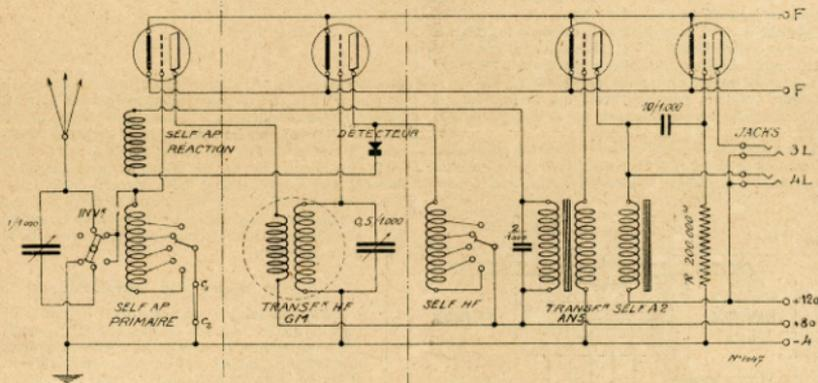
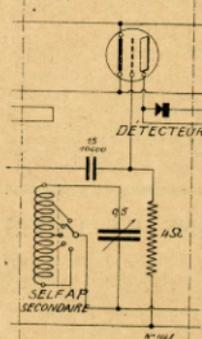
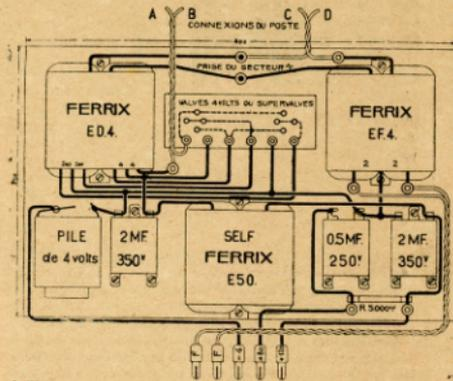

Fig. 1.
Fig. 2.
Fig. 3.
La place avait manqué dans le n° 37 pour y faire paraître ce schéma. La figure 1 le donne tel qu'il correspond exactement au plan de montage (1) (fig. 3 du n° 37). On y voit clairement que le système d'accord de l'antenne se fait de la façon classique : une self à prises (les coupures de bouts morts de la self A. P. n'y sont pas représentés, pour simplifier) accordée par un condensateur variable de 1/1.000, qui peut être branché en parallèle (position du dessin), G. O. ou en série : P. O.
Le montage se fera alors suivant le croquis figure 2 qu'il suffit de coller sur la figure 1 pour obtenir la transformation désirée.
Le montage classique en est représenté figure 3. Ce tableau est construit sur la planche de fond du poste D4. Il est donc à l'intérieur même du coffret. Les fils CD et AB conduisent respectivement aux rhéostats primaire et secondaire (chauffage des quatre lampes, et tension de plaque) situés sur le panneau avant du poste. On voit que la résistance de 5 000 ohms et le condensateur de 0,5 M. F. procurent les deux tensions de 80 et de 120 volts.
Cela tient au soin apporté à la disposition des connexions, qui a évité toute réaction interne, et à la dimension assez grande du cadre. Pour monter le poste D4 sur un cadre il suffira de prévoir deux bornes : C₁ et C₂ (fig. 1). Lors de l'écoute sur antenne ces bornes seront court-circuitées par une barrette. Lors de l'écoute sur cadre on retirera la barrette et on connectera le cadre en C₁ et C₂.